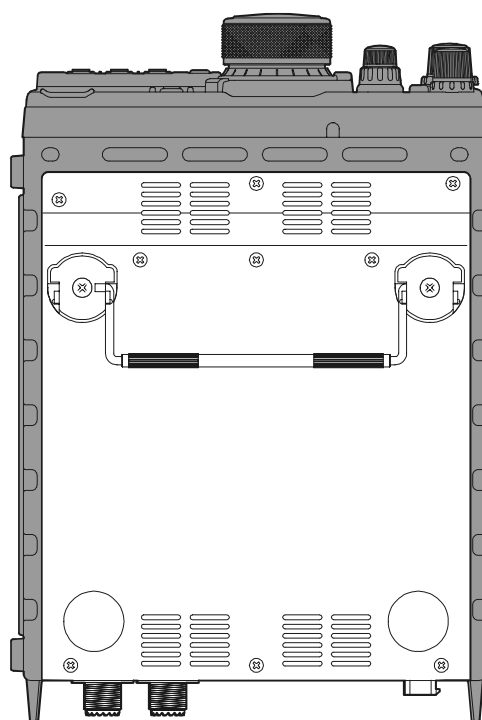

図 3
3. 底面ケースを外した場所に、操作2で外したビス6本を使用して、“FP-30”を取り付けます(図3参照)。